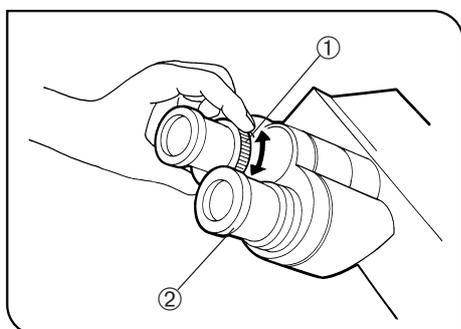

Fig. 25
2 Ajuste de las dioptrías (Figs. 25 y 26)
2. Si mira por el ocular con el anillo de ajuste dióptrico ①, gírelo para enfocar la muestra. (Fig. 25)
1. Mientras mira por el ocular derecho con el ojo derecho, gire la parte superior del ocular ② hasta que aparezca una línea doble en cruz claramente definida en el campo de visión. (Figs. 25 y 26)
3. Mientras mira a través del ocular izquierdo con el ojo izquierdo, gire el anillo de ajuste dióptrico ① para enfocar la muestra.